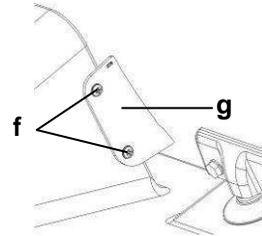

Abb. 11
- Lösen Sie die Schrauben (f) der Schutzvorrichtung (g) an der Rückseite des Gerätes mit einem geeigneten Schraubendreher und nehmen diese ab. (**Abb. 11**).